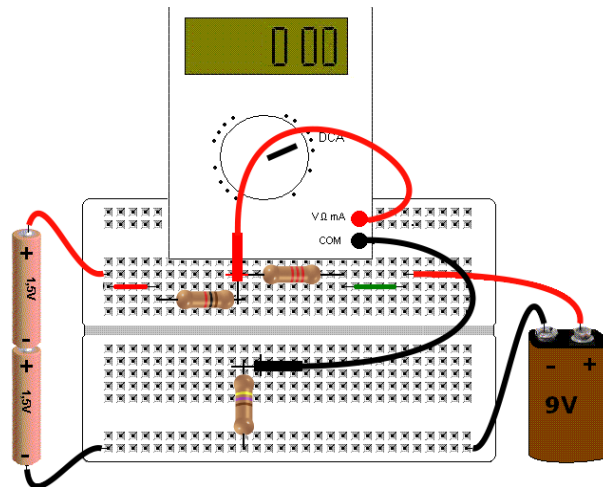

Figura 5 – Medindo a corrente em R1, I1
4. Recoloque o jumper vermelho e retire o jumper azul para medir a corrente em R1, I1, conforme Figura 5.